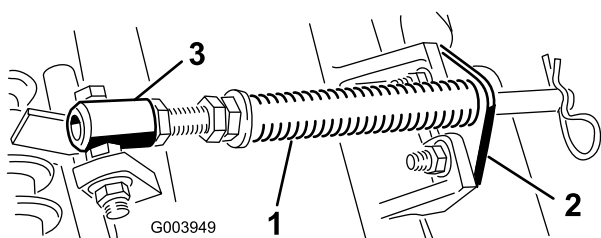

Рисунок 4
- A. Выверните два каретных болта и две гайки крепления кронштейна штока к выступам режущего блока (Рисунок 4).
- B. Выверните фланцевую гайку крепления болта трубки пружины к выступу несущей рамы (Рисунок 4). Снимите этот узел.